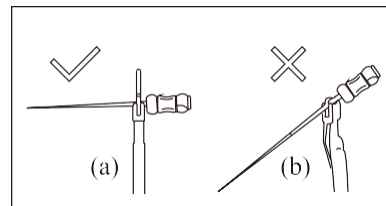

Bild 22
- d) Bitte folgen Sie der Anweisung [Abbildung 22 (a)], um die Nadelfeile richtig zu greifen. Wenn, wie in [Abbildung 22 (b)], die Länge des Wurzelkanals kann aufgrund der unsachgemäßen Kraftanwendung nicht richtig gemessen werden, und die Vorderseite des Wurzelkanalstifts kann dadurch leicht abgenutzt werden.